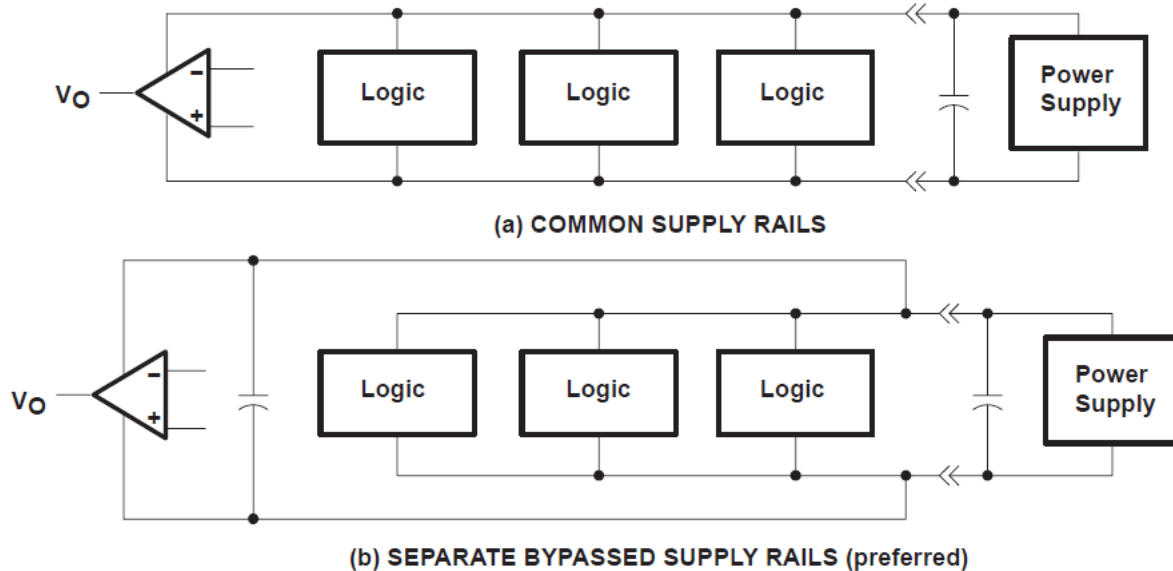

図 6-2. 同相電源レールと分離電源レールとの関係
1. 個別のバイパスされた電源ラインからリニア デバイスに電力を供給します (図 6-2 を参照)。そうしないと、デジタル ロジックの高いスイッチング電流により発生する電圧降下の結果、リニア デバイス電源レールが変動する可能性があります。